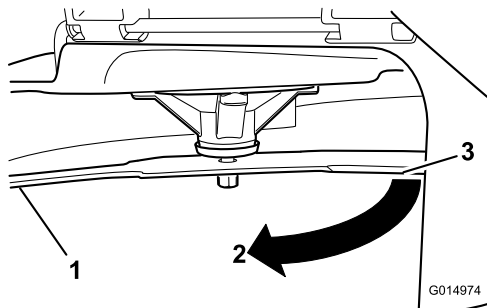

Figura 58
3. Segunda distância medida entre a lâmina e a superfície (B)
4. Rode a mesma lâmina 180 graus para que a extremidade de corte oposta fique na mesma posição (**Figura 58**).